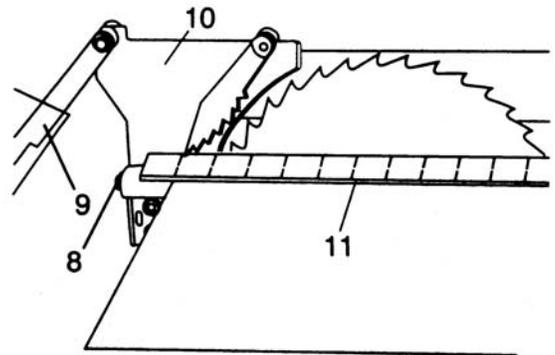

**Fig. 13**
4. Coloque la roldana ovalada (5) en la varilla de pivote (6). Ensamble el soporte del partidor (4) sobre la varilla de pivote y atornille sin apretar (Fig. 13).